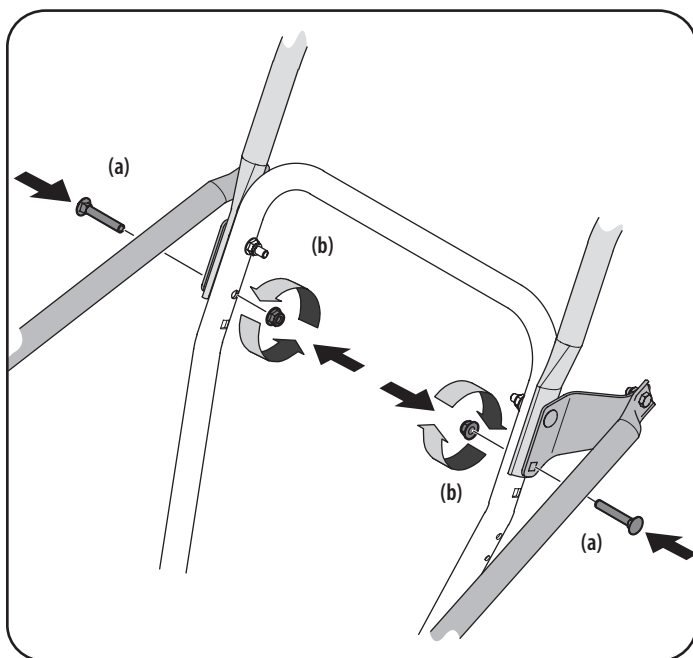

Figura 4
4. Gire la manija superior hasta su posición y mediante el uso de los pernos de carro (a) y las tuercas de seguridad con brida (b) que se extrajeron en el paso 1, sujete la manija en su lugar. Vea la Figura 4.